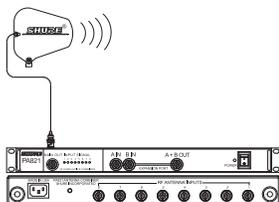

FIGURA 1.
2. Conecte una antena a la salida principal (**MAIN OUT**) del PA821SWB. Para situaciones de banda ancha, utilice la antena direccional PA805SWB, (Figura 1).
NOTA: Cuando la PA821SWB está encendida, los indicadores de la señal de entrada (1-8) en el panel delantero se iluminarán si un transmisor activo está conectado en la entrada correspondiente del (1-8) en el panel trasero (Figura 1)